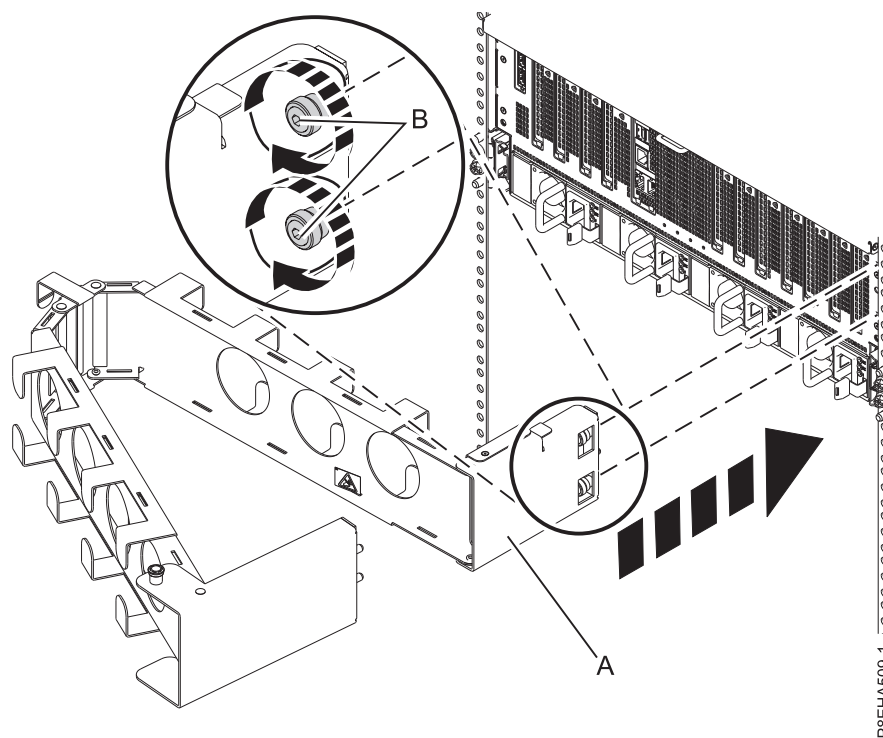

図 18. システム・シャーシへの内側プレートの取り付け
1. 18 ページの図 18 に示すように、シャーシのねじ山付きの穴を通して 2 つの拘束ねじ **(B)** を手で締めて、内側プレート **(A)** をシステム・シャーシに取り付けます。次に、システムに同梱されていた T25 六角工具を使用して、ボルトをさらに締めます。